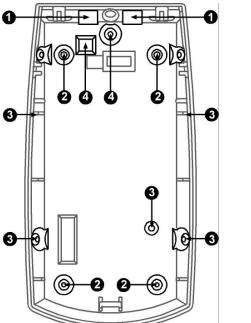

Fig 1 Knockout holes / Orificios troquelados / Trou de débouchure / Fori ciechi / Otwory montażowe
3. Break out the desired holes for proper installation (Fig. 1 - 2 or 3) At least 2 screws 3x30mm must be used for mounting to the wall.
3. Réalisez les trous nécessaires pour une bonne installation (Fig. 1 - B o C) Au moins 2 vis 3x30 mm sont nécessaires pour un montage mural.